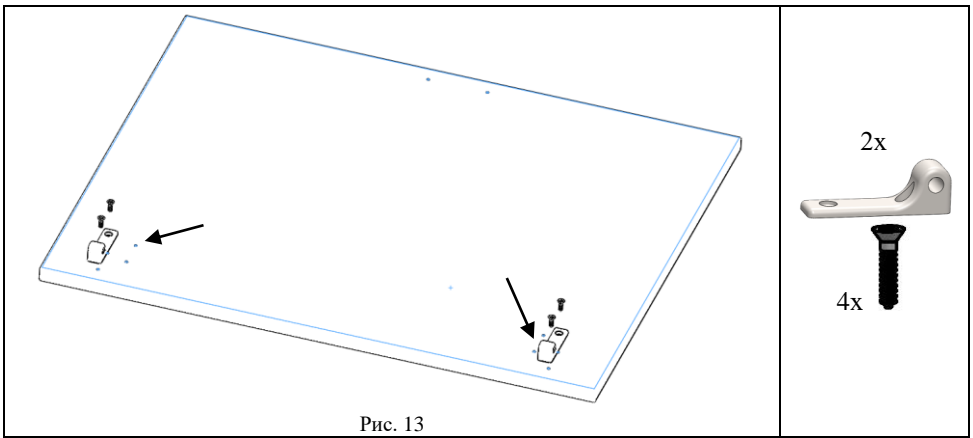

Рис. 13
5.5.1. На столешницу (поз. 4) прикрутить СУТ.41.191 шарнир подвижный (поз. 3, пакет № 143) при помощи саморезов с потайной головкой 4×12 (поз. 4, пакет № 143), см. рис. 13.